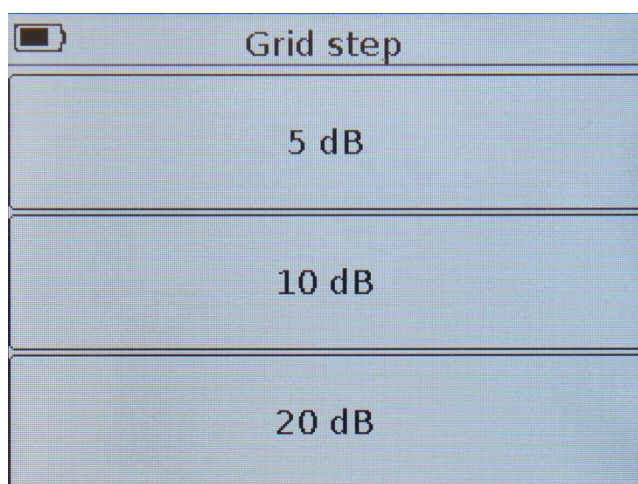

Рисунок 10.7 – Выбор шага вертикальной сетки в dB
- Войдите в меню **Plots** (Рисунок 9.6) и нажмите на поле с названием графика. На экране прибора появится меню выбора шага вертикальной сетки в децибелах (dB), рисунок 10.7.
- Для быстрого перехода из режима просмотра графика **LMag** в меню изменения шага вертикальной сетки (Рисунок 10.7) нажмите и удерживайте около двух секунд кнопку (14) «PLOT».